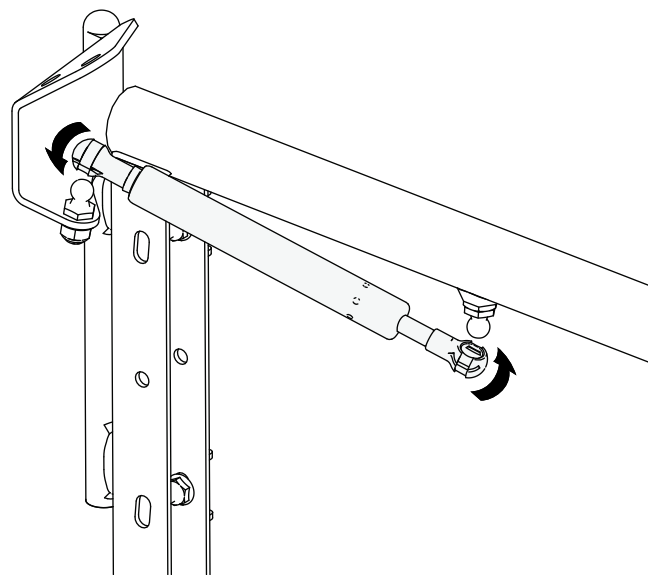

図12
8. 図12のように、スタッドにガススプリングを取り付ける固定側を上側蝶番に取り付けること。